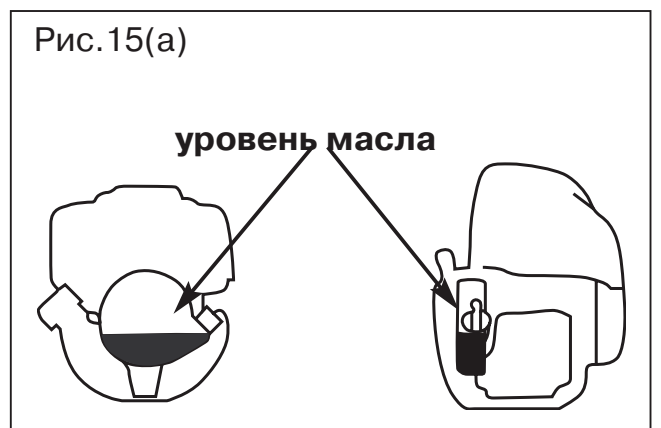

Рис.15(a)
3. Снимите пробку маслоналивного отверстия и проверьте уровень масла: масло должно достигать нижней кромки маслоналивной горловины (Рис.15).